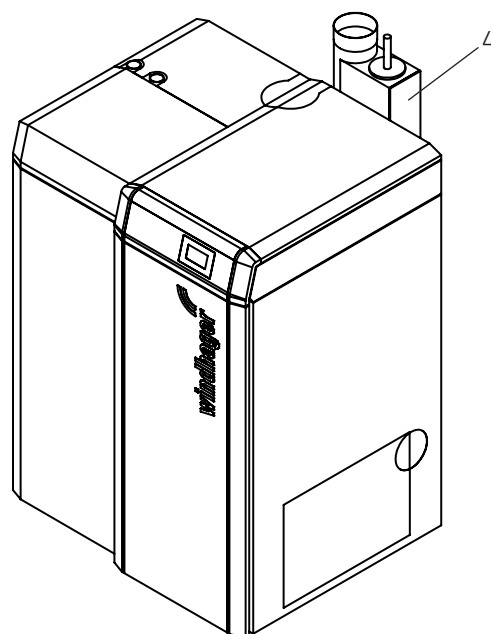

Fig. 53 Staubabscheider im Abgasrohr
- ▶ Ist im Abgasrohr ein Staubabscheider montiert (Fig. 53), diesen auf Verschmutzung kontrollieren und gegebenenfalls reinigen (siehe eigene Anleitung des Staubabscheiders).